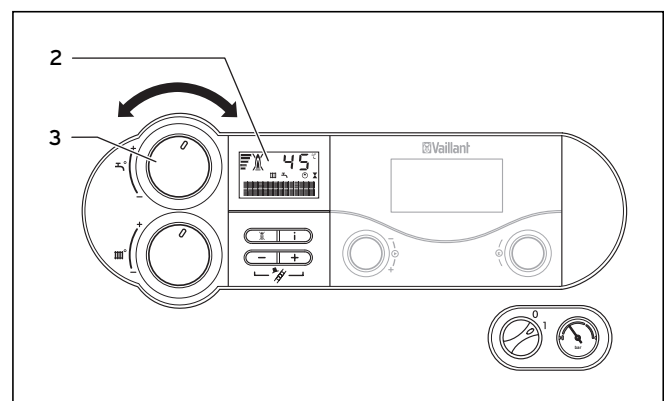

Abb. 4.7 Einstellung der Warmwassertemperatur (hier abgebildet: atmoTEC/turboTEC exklusiv)
Beim Einstellen der gewünschten Temperatur wird der jeweils zugehörige Sollwert im Display (2) angezeigt (siehe Abb. 4.7). Nach ca. fünf Sekunden erlischt diese Anzeige und im Display erscheint wieder die Standardanzeige (aktuelle Vorlauftemperatur der Heizungsanlage).
Bei einer Wasserhärte von mehr als 20 °dH stellen Sie bitte den Drehknopf (3) in Abb. 4.7 maximal in die Mittelstellung.